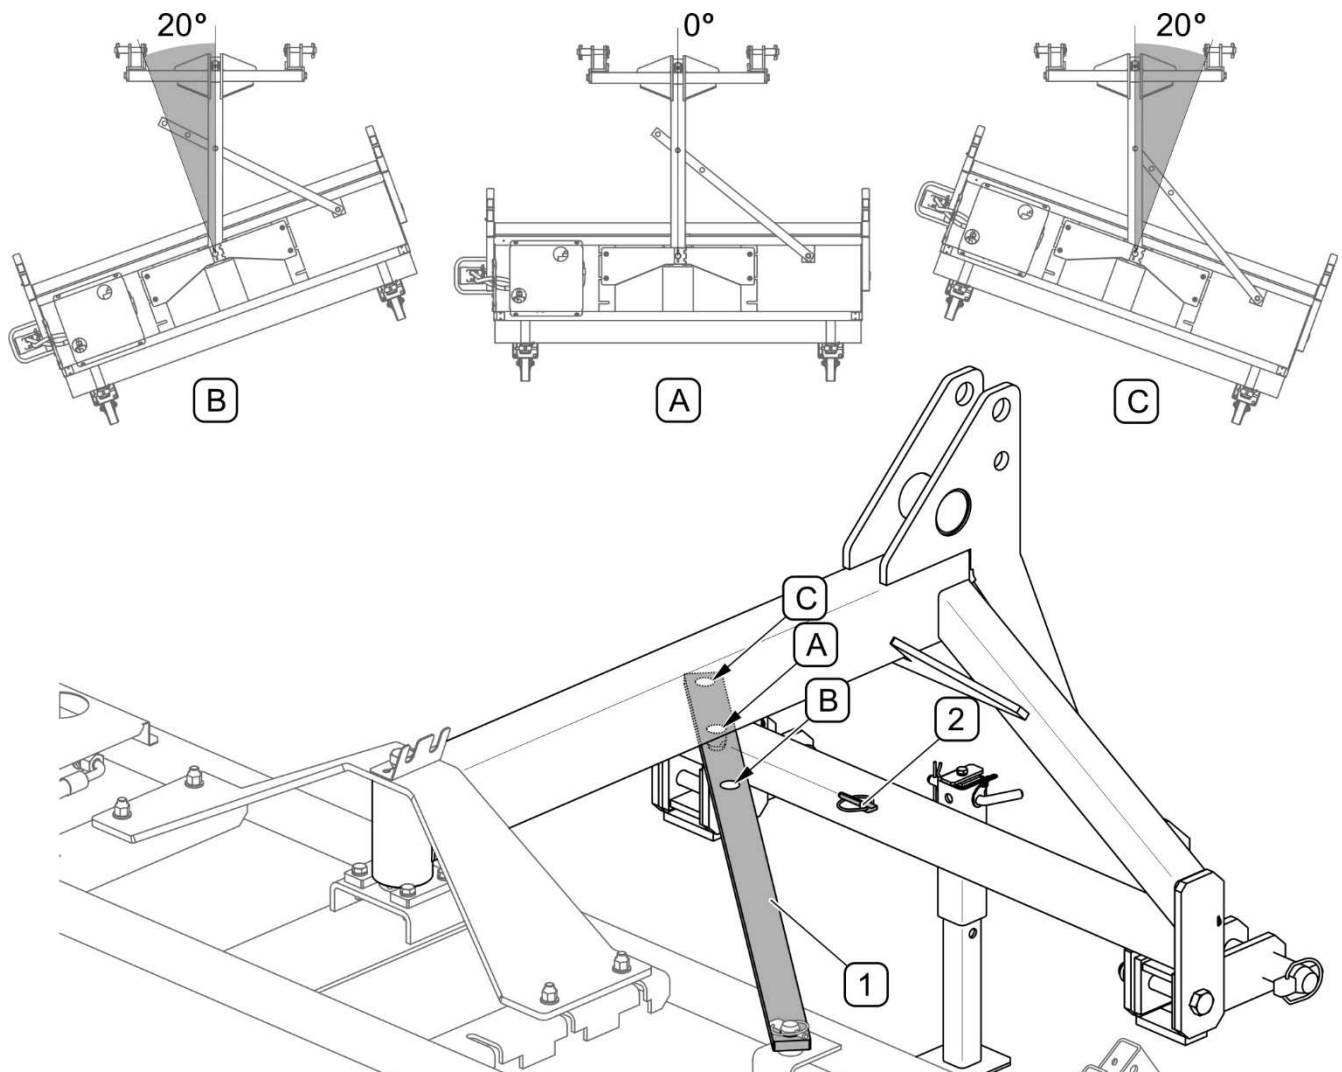

ABB. 4.8 Änderung des Arbeitswinkels der Kehrwalze
(1) - Leiste; (2) - Sicherungssplint; (A) - Einstellöffnung für die Neigung 0°; (B) - Einstellöffnung für die Neigung nach rechts um 20°; (C) - Einstellöffnung für die Neigung nach links um 20°
Die Einstellung des Arbeitswinkels der Kehrwalze (ABB. 4.8) erfolgt durch Änderung der Position des Bolzens in eine der Einstellöffnungen (A), (B) oder (C) in der Leiste (1). Die Befestigung des Bolzens in der Öffnung (A) der Leiste (1) erfolgt dann, wenn die Kehrmaschine bei einem Neigungswinkel von 0° betrieben werden soll. Die eingestellte Position muss mit dem Sicherungssplint (2) gesichert werden. Die Öffnungen (B) und (C) werden verwendet, wenn die Kehrmaschine mit einem Neigungswinkel von 20° nach links oder rechts betrieben werden soll. Die Einstellung des Neigungswinkels darf nur dann erfolgen, wenn die Kehrmaschine ohne Schmutzbehälter betrieben werden soll.